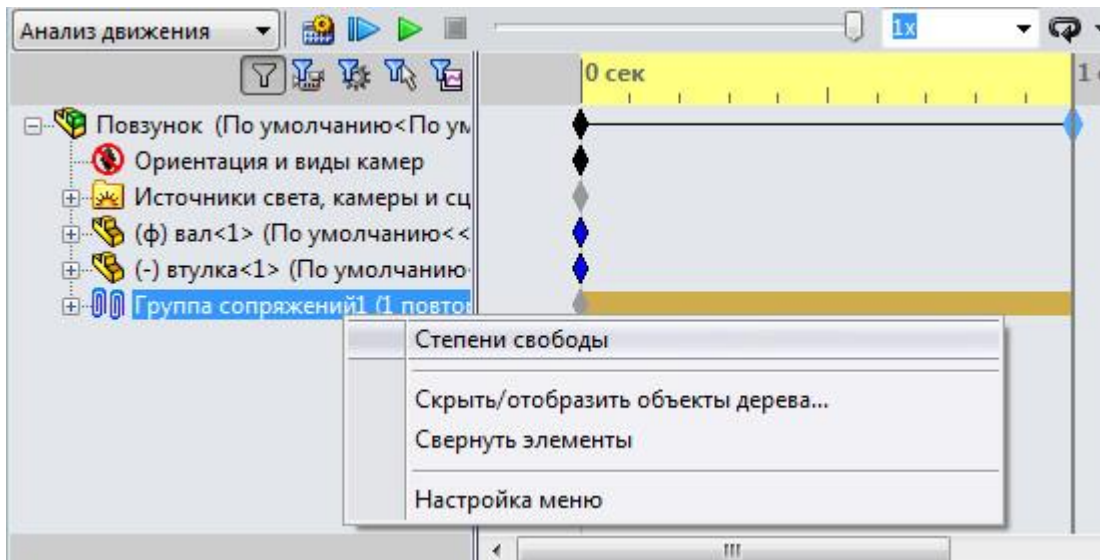
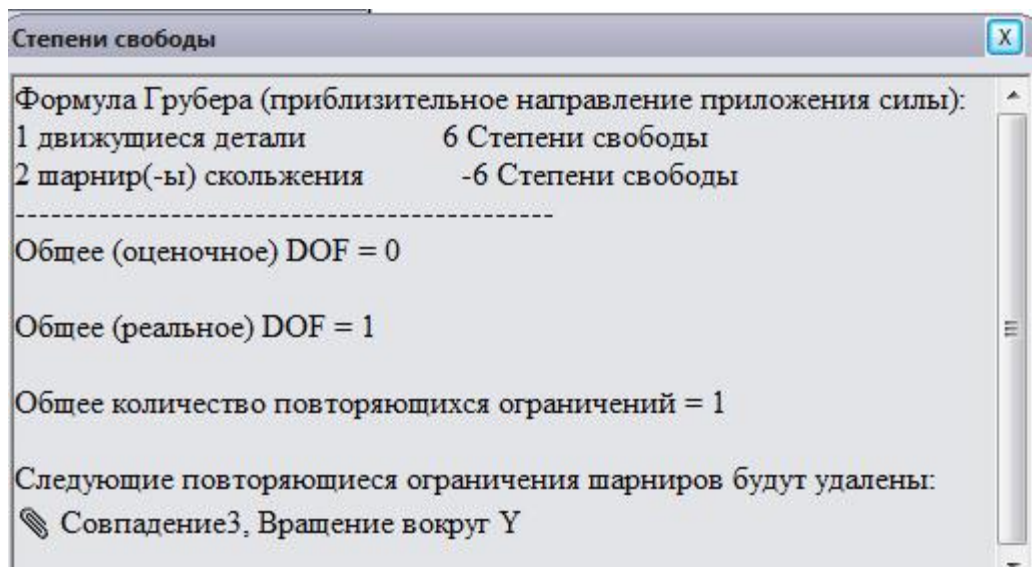
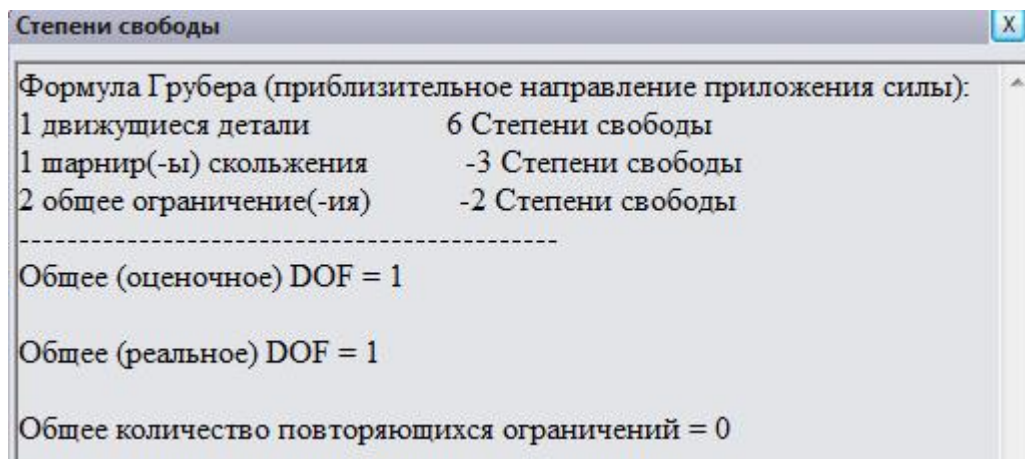

Рис.5.
Рис.6.
Рис.9. Обмеження в збірці з примітивом сопряження
2.9. В панелі **Motion Manager** натиснути правою кнопкою миші на пункт **Группа Сопряжений1** (див. рис. 5.) і брати **Степени Свободы**. З'явиться вікно степенів свободи, як показано на рис.6
Як виходить з рис.6 загальне число степенів свободи даної (**DOF-Degree of freedom**) збірки дорівнює нулю (чисто арифметично).
Зверніть увагу! В **Группа Сопряжений1** в дужках вказано, що є 1 повторюване обмеження (рис.5).
В панелі **Motion Manager** натиснути правою кнопкою миші на пункт **Група Сопряжений1** (див. рис. 5.) і **брати Степени Свободы**. З'явиться вікно степенів свободи, як показано на рис.9
Як виходить з рис.9 загальне число степенів свободи даної (**DOF-Degree of freedom**) збірки дорівнює нулю (чисто арифметично).